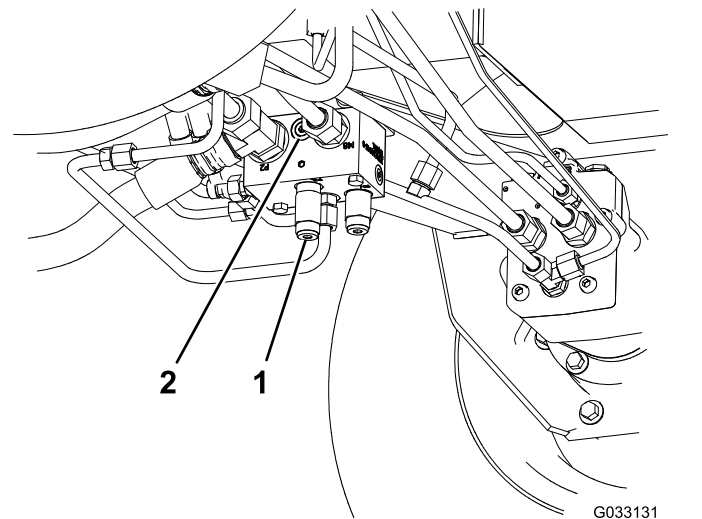

图 75
1. 在后牵引歧管端口 M8 与 P2 之间的未标记端口安装诊断接头 图 75